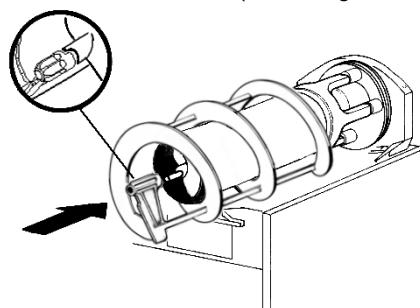

figura 14
- 6** Calzare la spirale esterna sull'evaporatore accoppiandone l'estremità anteriore all'albero dell'elica interna e facendone coincidere i denti di trascinamento (vedere figura 14).